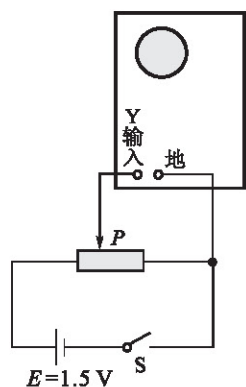

图 2-3-2 观察亮斑在竖直方向的偏移
把“交直流开关”扳到直流挡(DC)位置，扫描范围旋钮转到最右端“外X”挡，衰减调节旋钮调到“100”挡。用分压电路把直流电压加在“Y输入”和“地”间，如图2-3-2所示，可以观察到亮斑向上偏移。
(1) 把图2-3-2中的直流电压改加到“X输入”上，观察亮斑发生水平偏移。调节“X增益”旋钮，观察亮斑偏移的距离发生变化。把“X增益”旋钮顺时针转到  $\frac{1}{3}$  处。
(2) 撤去外加直流电压，把“扫描范围”旋钮置于最低挡，“扫描微调”旋钮逆时针转到底，可以观察到亮斑从左向右移动，并迅速返回左端。(这是机内锯齿波扫描电压在起作用)